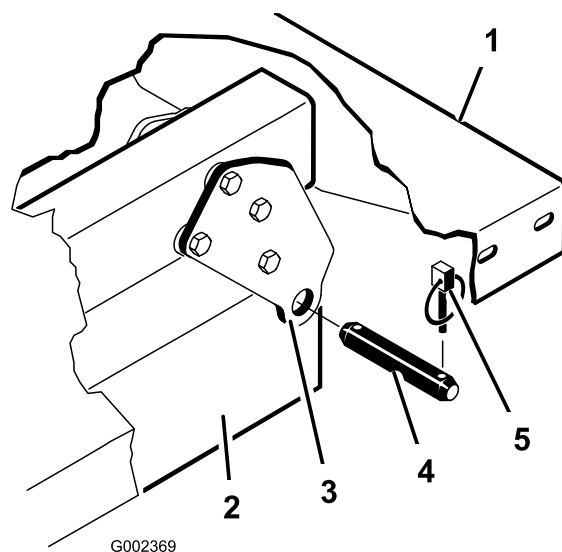

Figura 4
6. Retire os pinos de sujeição e os passadores de forquilha que prendem os apoios articulados da plataforma nos canais da estrutura da máquina (Figura 4).